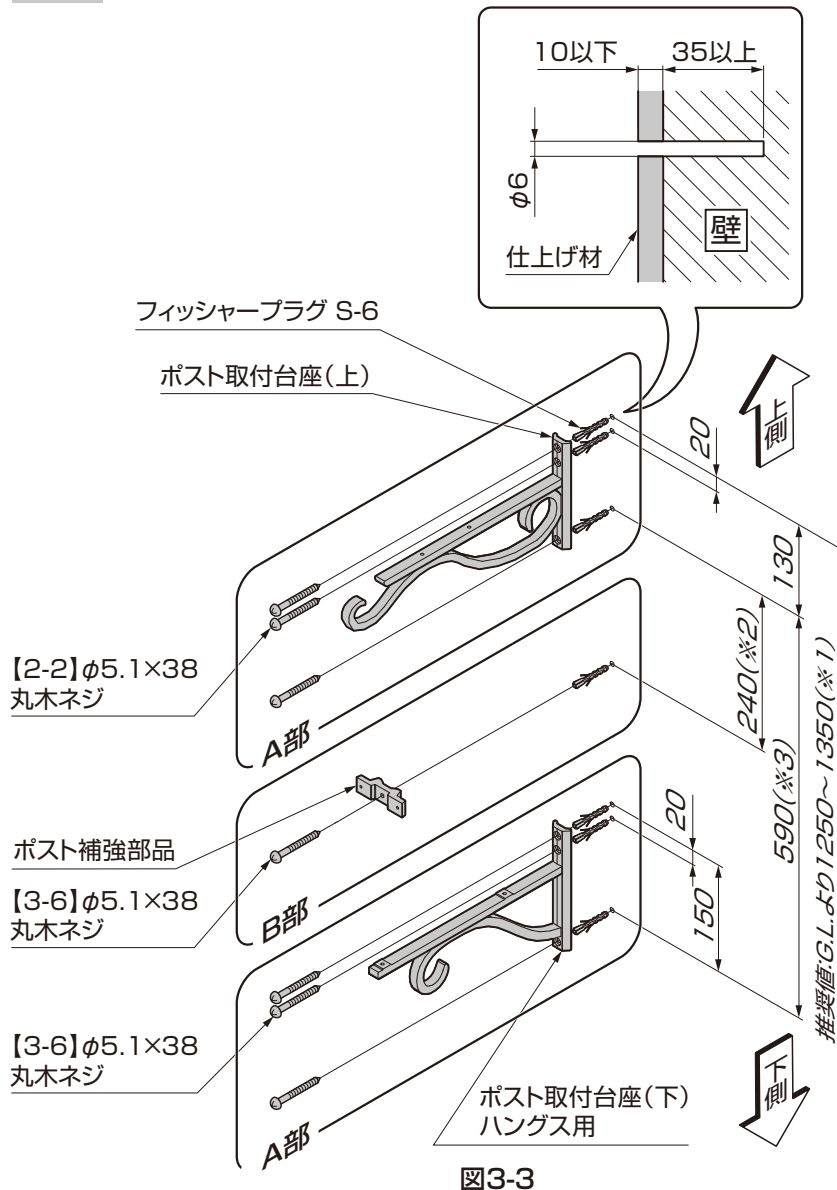

図3-3
- ① G.L.より1250~1350の位置(\*1)に、ポスト取付台座(上)を【2-2】で取付けてください。(図3-3参照)
- ② ポスト取付台座(上)から240mmの位置(\*2)に、ポスト補強部品を【3-6】で取付けてください。(図3-3参照)
- ③ ポスト取付台座(上)から590mmの位置(\*3)に、ポスト取付台座(下) ハングス用を【3-6】で取付けてください。(図3-3参照)